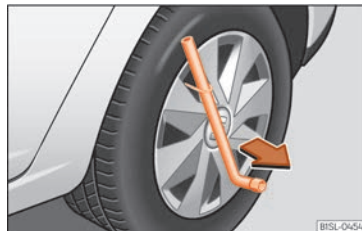

Abb. 30 Die Radvollblende vom Rad abnehmen.
- Schieben Sie den Radschlüssel durch den Drahtbügel, nutzen Sie den Reifen als Hebel und ziehen Sie die Radvollblende ab »» **Abb. 30**.